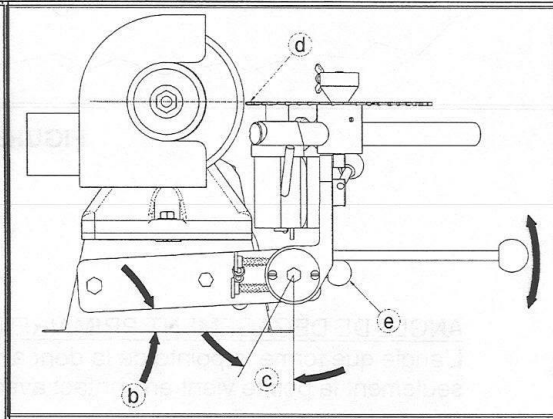

FIGURE 16
- (a) monter le levier (desserrer) (Fig.16,17(e)),
- (b) régler le support pivotant (Fig.16(b)), afin que la scie soit dans l'axe de la meule,
- (c) baisser le levier (Fig.16 (d)).